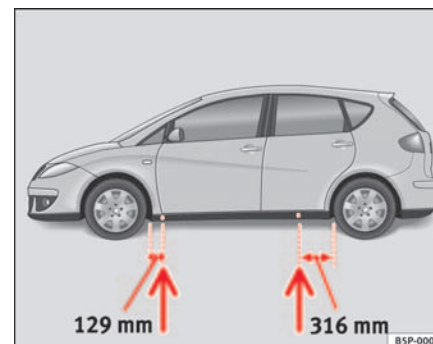

Fig. 174 Puntos de apoyo del gato
- Busque en el larguero inferior del vehículo el punto de apoyo mas cercano a la rueda pinchada ⇒ **página 251, fig. 174**
En el larguero inferior van marcados los lugares en los que se puede apoyar el gato ⇒ **página 251, fig. 174.** Se ha previsto un lugar para cada rueda. El gato no debe colocarse en otros lugares.